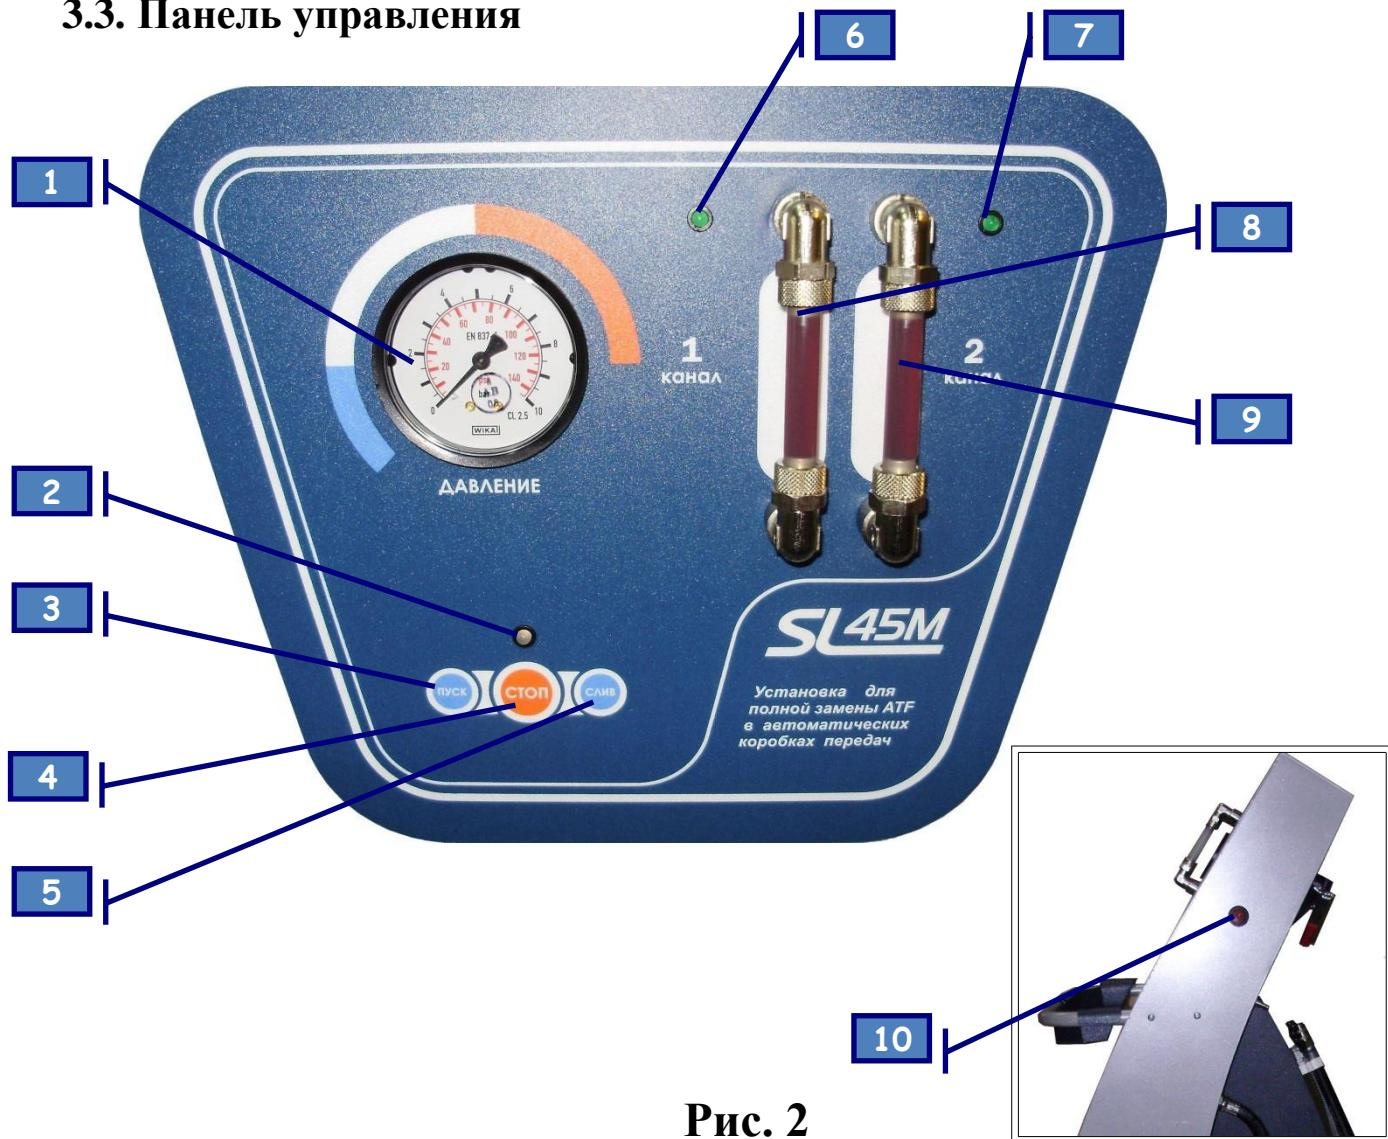
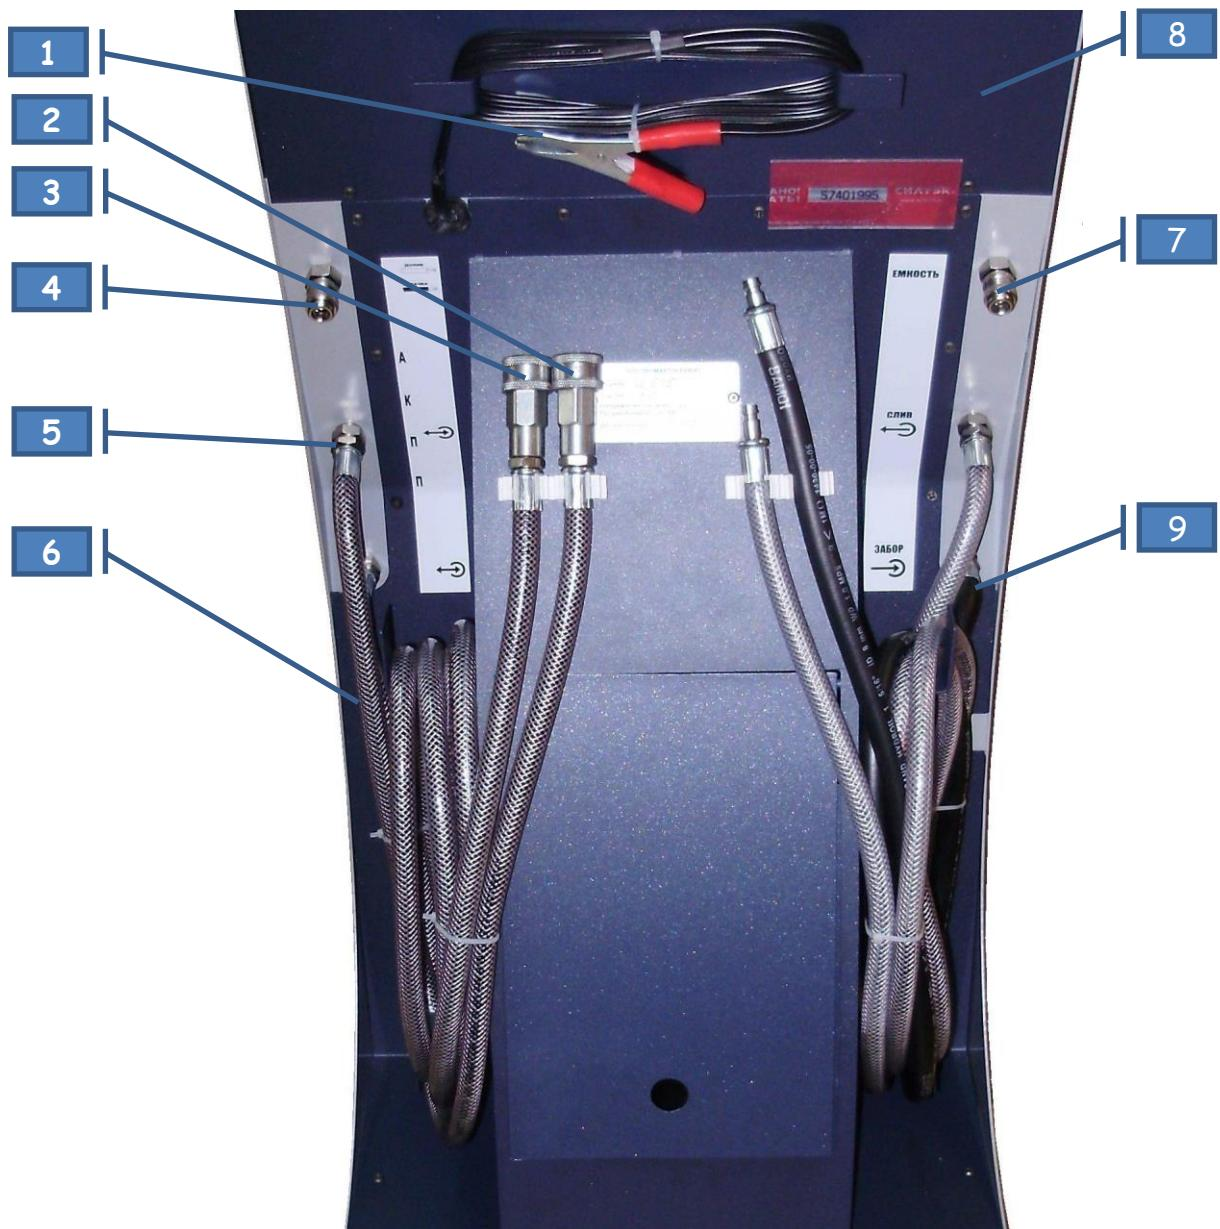

Рис. 2
Рис. 3
- 7 – «*Емкость*» – БРС для подключения Заборного шланга (п.9 рис.3), при использовании внутренней емкости.
1. Подсоединить зажимы «крокодил» (п.1 рис. 3) кабеля питания установки к источнику питания: красный к положительной клемме - черный на «массу».
2. Включить тумблер питания (п.10 рис. 2). Загорятся Светодиоды Канал 1, 2 (пп.6, 7 рис. 2).
4. Сливной шланг (п.8 рис.3) опустить в емкость для использованной жидкости.
5. При использовании **внутреннего забора** – залить с помощью воронки (п. 6 рис. 1), во внутреннюю емкость установки жидкость, в требуемом количестве (min 8 - max 20 литров). Свободный конец Заборного шланга (п.9 рис.3) защелкнуть на БРС «Емкость» (п. 7 рис .3).
6. При использовании **внешнего забора**, свободный конец Заборного шланга (п. 9 рис. 3) опустить в емкость с новой жидкостью.
7. Нажать кнопку «Слив» (п.5 рис. 2), расположенную на лицевой панели и **удерживать ее**, пока из Сливного шланга (п.8 рис.3) не пойдет равномерная, без пузырьков воздуха, струя жидкости. Давление на манометре (п.1 рис.2) достигнет значения 0,3 bar и более (не менее 10-15 секунд).
4. К адаптерам подключить с помощью БРС (п.2, п.3 рис.3) рабочие шланги установки, в произвольном порядке (установка снабжена автоопределением потока)
7. После определения направления потока жидкости погаснет один из Светодиодов Канал 1 или Канал 2 (пп.6,7 рис.2). Погасший светодиод укажет на тот индикатор, по которому будет протекать «чистая» жидкость, а второй светодиод – останется гореть и укажет на протекание «грязной» жидкости.
- 8.2 Если не произошло определения направления потока жидкости, и светодиоды (пп.6,7 рис.2) оба горят, то необходимо проверить правильность подключения установки к АКПП.